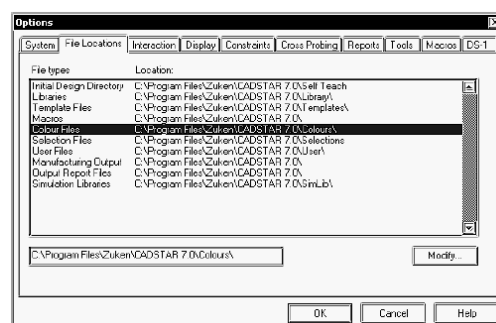

Рис. 12. Настройка местоположения файлов.
2. Появится диалоговое окно Options, в котором выберем закладку File Locations (рис. 12).